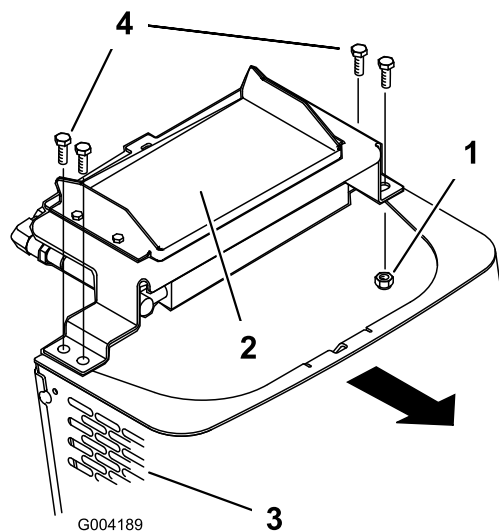

Figure 29
6. Enlevez les boulons à épaulement et les écrous qui fixent le refroidisseur d'huile en haut du panneau avant (Figure 29).